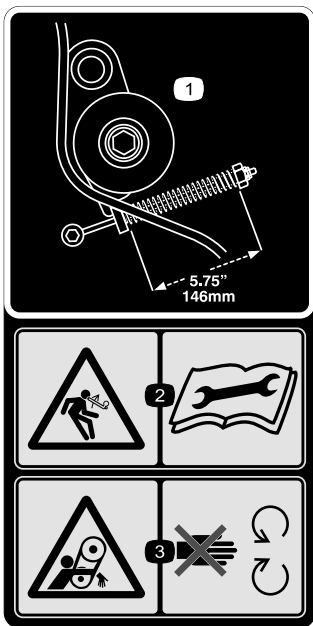

图 33
1. 通过将怠轮弹簧压缩到 146mm 的长度来检查皮带张紧力是否适当请参见 图 33。